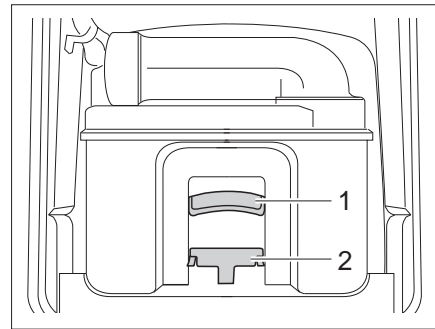

Fig. 261 Cassette Thetford
- Empujar el estribo de sujeción (Fig. 261,2) hacia delante para desbloquear el inodoro cassette y extraer el cassette con el tirador (Fig. 261,1).